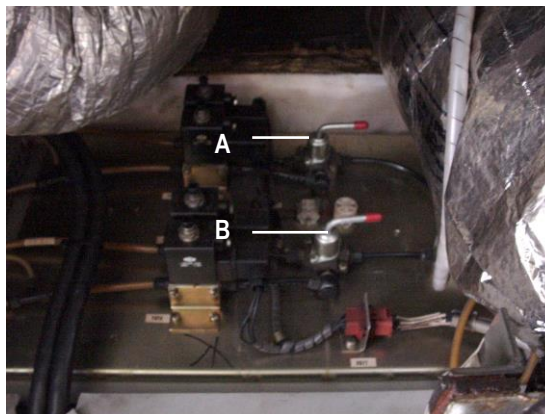

Fig. 5: robinets d'isolement portes d'accès
- Les portes d'accès peuvent être mises hors service individuellement. Si possible, les portes sont repoussées manuellement et verrouillées avec la clé de Berne. Cette porte est ainsi isolée électriquement. La mise hors service d'une porte qui ne peut pas être refermée manuellement s'effectue à l'aide du robinet d'isolement de la porte associée (fig. 5). Ces robinets sont localisés dans le plafond de la plate-forme :